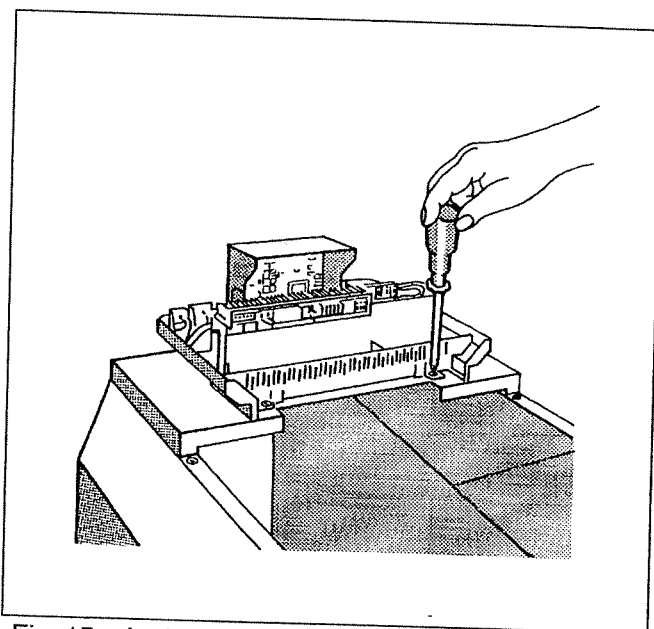

Fig. 15: Avvitare saldamente l'apparecchio di regolazione
- Avvitare l'apparecchio di regolazione con due viti sul coperchio caldaia anteriore (Fig. 15).